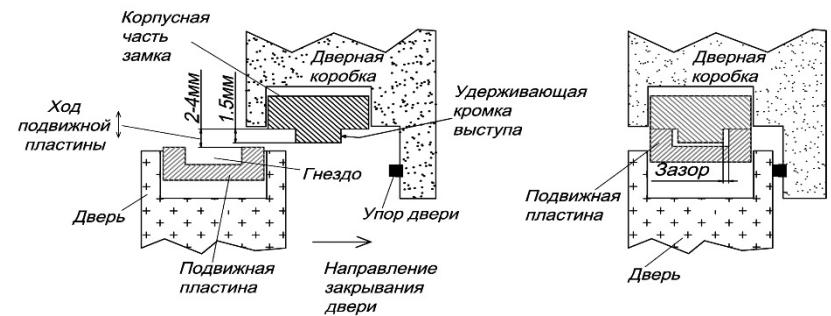

Рис.7
5.6 В закрытом положении двери между рабочими кромками удерживающего выступа на корпусе и гнезда якоря должен сохраняться гарантированный ЗАЗОР. При этом подвижная плата якоря не должна защемляться из-за влияния уплотнения двери, деформации дверного полотна, неточной навески петель и других факторов создающих «отдачу» двери при закрывании (Рис.7).